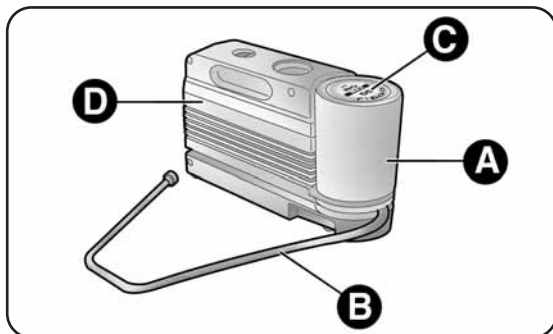

fig. 13
- une bombe A-fig. 13 contenant le liquide de colmatage munie de: tube de colmatage B et pastille adhésive C avec l'inscription "maximum 80 km/h" à placer bien en vue pour le conducteur (sur le tableau de bord) après la réparation du pneu;